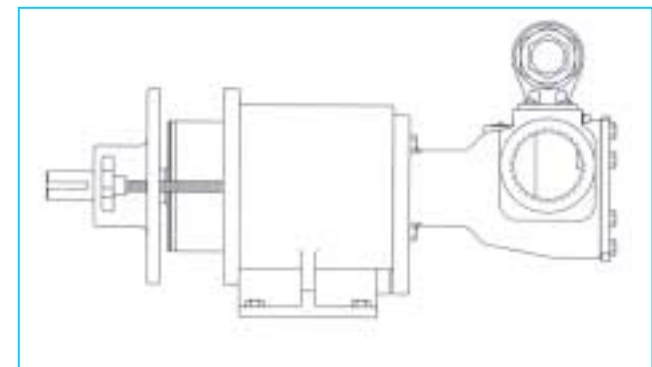

FIGURA 39
4. Il magnete esterno dovrebbe essere installato nell'alloggiamento del cuscinetto, se così non fosse **Fare Riferimento a Smontaggio/Montaggio dell'Alloggiamento del Cuscinetto**. Installare le manopole in modo che 4" della filettatura si protendano sotto l'alloggiamento. Sostenere l'alloggiamento del cuscinetto da sopra e posizionare gentilmente il magnete sul serbatoio in modo che i gruppi del magnete incomincino ad innestare. Ritrarre in modo uniforme le manopole **Vedere Figura 39**. Quando vengono rimosse le manopole l'alloggiamento del cuscinetto dovrebbe muoversi verso il supporto.